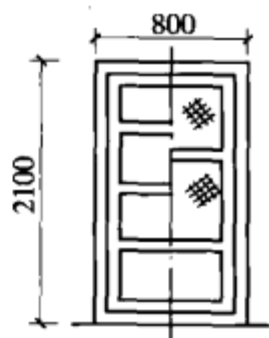

图4-2 镶板门
**【例2】** 镶板门如图4-2所示,带纱扇,无亮子,30樘,求其工程直接费。
**【解】** (1) 定额工程量